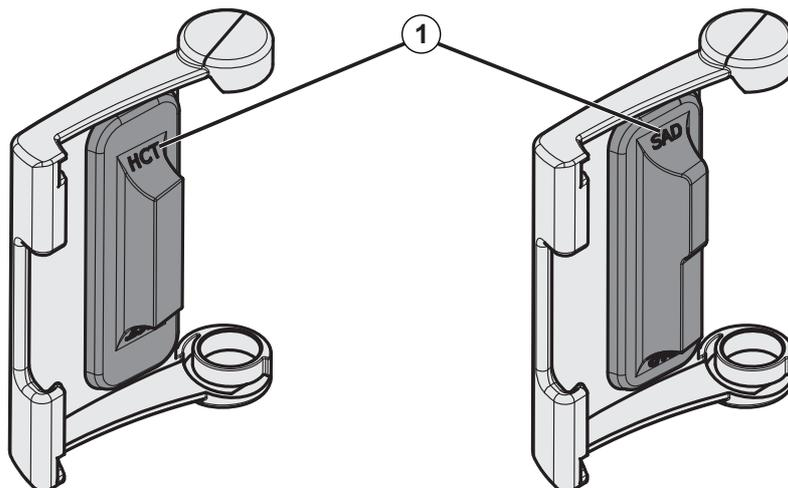

Fig. 7-20 Marca del tipo en tapa de sensor HCT y SAD
¡Al volver a colocar las tapas de los sensores SAD y HCT después de la limpieza, asegurar no intercambiarlas! Las tapas están marcadas con *SAD* y *HCT* en la parte posterior (véase Fig. 7-20, ①).